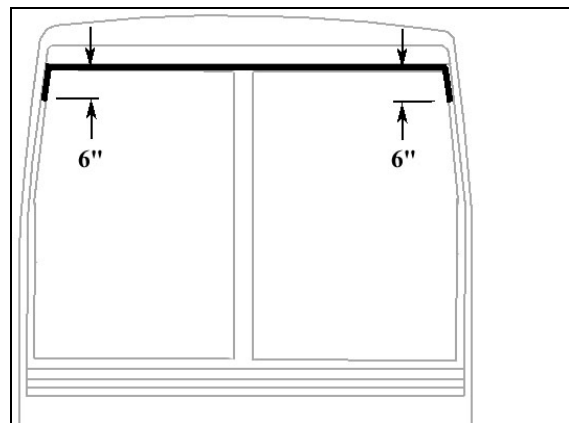

FIGURE 58 : APPLICATION DE SIKA 221 NOIR
- Appliquer du Sika 221 noir (Figure 58) entre la fibre de verre et la pièce extrudée en caoutchouc.